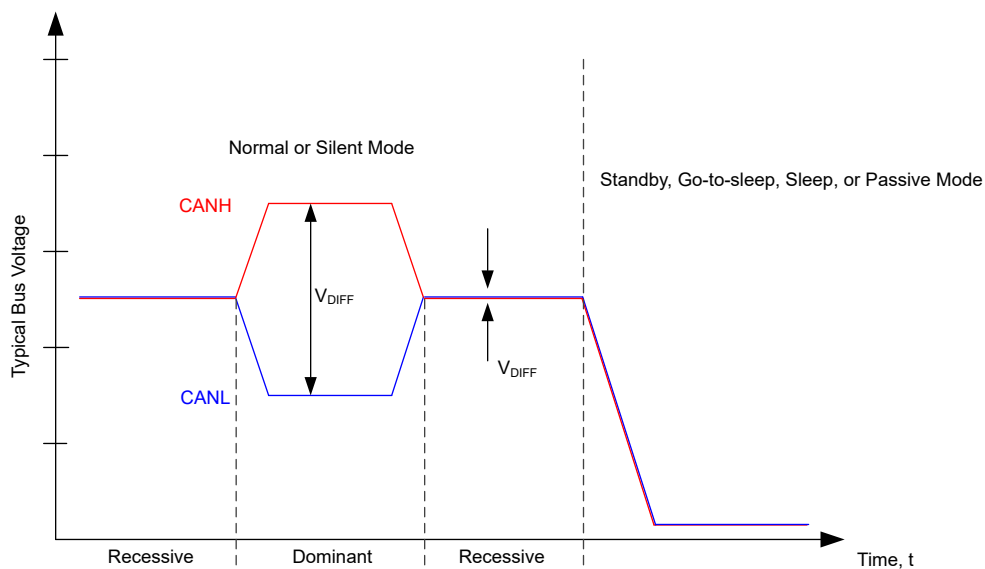

図 7-9. バスの状態
(1) x = 無関係です
(2) バスの状態と一般的なバス電圧については、図 7-9 を参照してください
CAN バスの動作時には、リセツシブとドミナントの 2 つの論理状態があります。図 7-9 を参照してください。